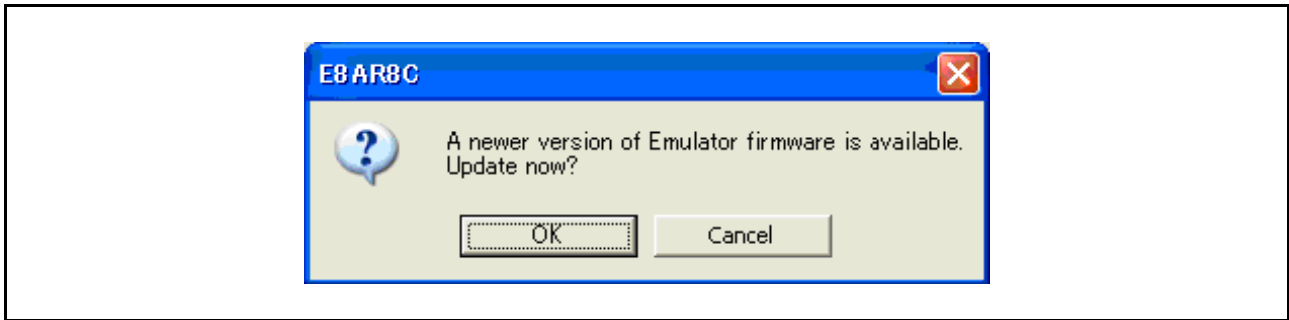

图 3.15 确认下载 E8a 固件的对话框
8. 当下载到仿真器的 E8a 固件版本是旧版本时，将显示如图 3.15 所示的信息框。